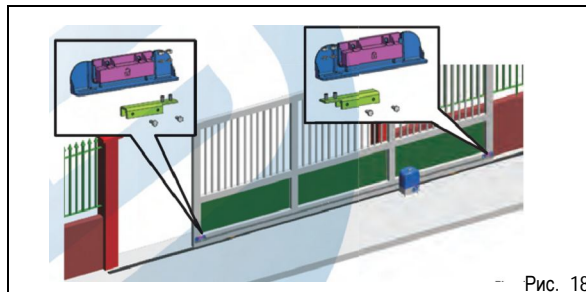

Рис. 18
Привод оснащён герконовым концевым выключателем, с которого поступает сигнал для прекращения движения ворот в момент "наезда" магнита, закреплённого на верхнем ребре зубчатой рейки, на чувствительный элемент. Магниты из комплекта привода имеют особую поляризацию, и каждый из них работает либо только на открытие, либо только на закрытие. Магнит, используемый в положении "открыто", промаркирован символом "замок открыт", а магнит, предназначенный для положения "закрыто", имеет символ "замок закрыт" (см. рис. 18).
- 1 Собрать оба магнита, как показано на рис. 18.